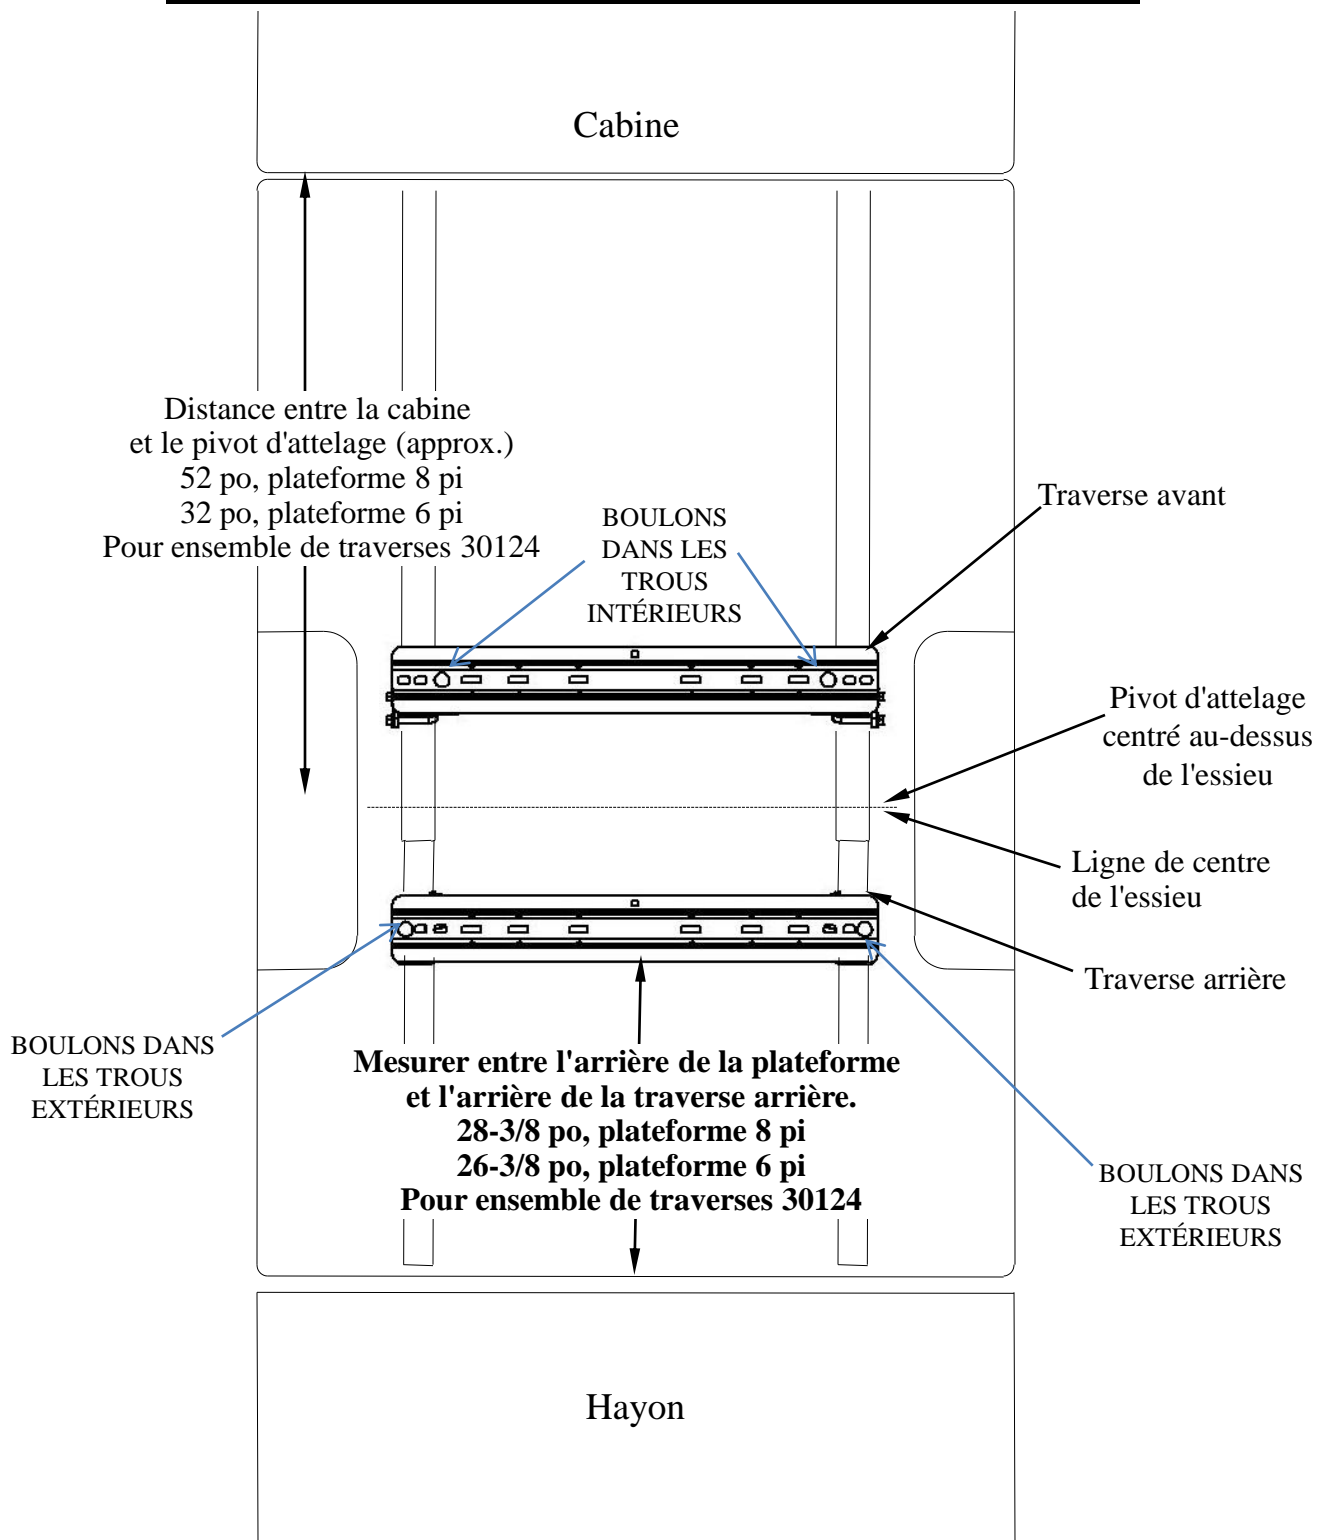

Figure 6
24. Placer la traverse de montage arrière dans la caisse de la camionnette. À l'aide du ruban à mesurer, centrer la traverse entre les joints de soudure sur la longueur du plancher de caisse, et déterminer la distance appropriée à partir du bord arrière de la caisse, comme illustré à la Figure 6 de la page 8.
25. Marquer l'emplacement des trous à l'aide d'un pointeau, comme illustré à la Figure 6. Écarter la traverse et percer chaque marque à l'aide d'une mèche 1/8 po. Les trous de la traverse arrière doivent passer à travers le support de plateforme.